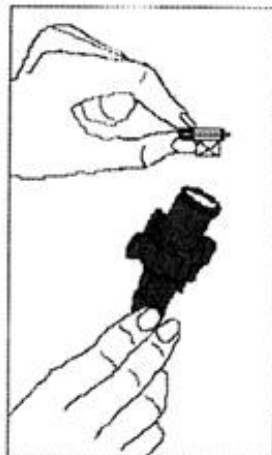

Fig. 11
- Nettoyez le filtre du tuyau d'arrivée d'eau côté robinet en les retirant manuellement avec le joint (Fig. 11).